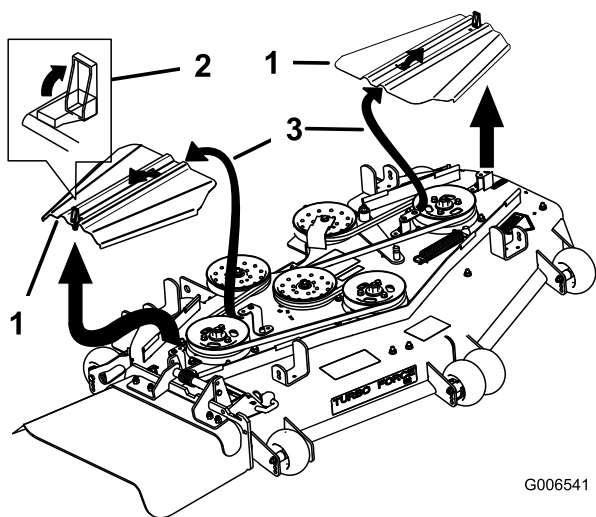

Figura 87
5. Retire as coberturas da correia (Figura 87).